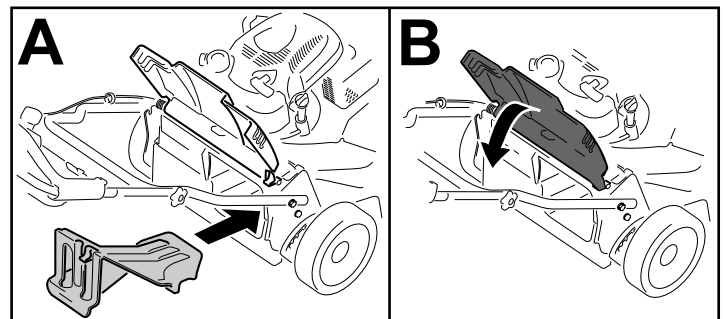

Figure 23
- Si l'obturateur d'éjection arrière n'est pas installé, saisissez-le par la poignée, relevez le volet arrière et insérez-le dans la goulotte d'éjection arrière jusqu'à ce que le dispositif de verrouillage s'enclenche; voir Figure 23.
Important: Assurez-vous que l'obturateur d'éjection arrière est en place avant de procéder au recyclage (Figure 23).